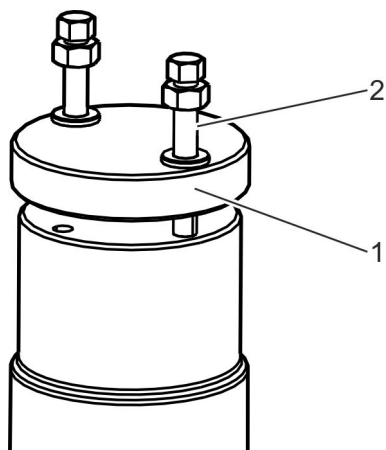

Fig. 30 : Insertion des vis de fixation
- 7.** ➤ Insérer les vis de fixation (Fig. 30 /2) dans le dispositif de blocage (Fig. 30 /1) et les visser uniformément dans deux alésages opposés dans le carter de la protection à ressort contre la surpression avec un couple de serrage de 7 Nm.